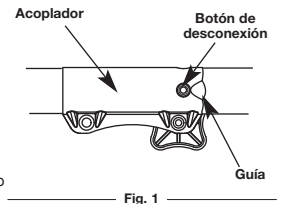

Fig. 1
2. Oprima y sostenga oprimido el botón de liberación (Fig. 1).
**NOTA:** La alineación del botón de desconexión con la guía ayuda en la instalación (Fig. 1).